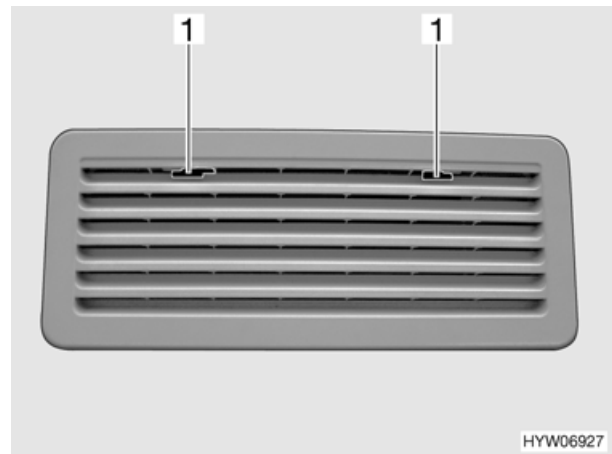

Fig. 79 Griglia di aerazione del frigorifero
- Spingere verso il centro l'arresto (Fig. 79,1).